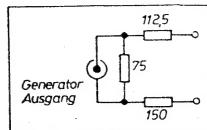

Bild 1:
Abgleich- und Einstellvorgang (s. o. Bild 1):
- Antennennachbildung für MW, LW, KW gemäß [2], für FM siehe Bild 1.